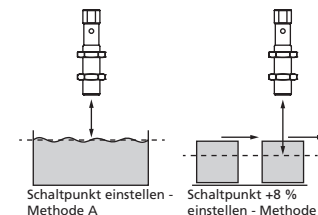

Bild 4: Einstellung des Schaltpunktes bei unterschiedlicher Bewegungsrichtung des Objekts
■ In der Teach-in-Prozedur »Schalt-punkt einstellen - Methode A« lernt der Sensor die tatsächliche Entfernung zum Objekt als Schaltpunkt. Bei einer Bewegung des Objekts auf den Sensor zu, z.B. bei einer Füllstandsmessung, ist so die eingelernte Entfernung das Niveau, bei dem der Sensor schalten soll, vgl. Bild 4.
■ Für die Abtastung von Objekten, die seitlich in das Schallfeld eintreten, sollte die Teach-in-Prozedur »Schalt-punkt +8 % einstellen - Methode B« gewählt werden. Es wird ein um 8 % größerer Schaltpunkt als die tatsächliche Entfernung zum Objekt eingestellt. Dies stellt auch bei geringfügigen Höhenschwankungen der Objekte einen stabilen Schalt-punkt sicher, vgl. Bild 4.